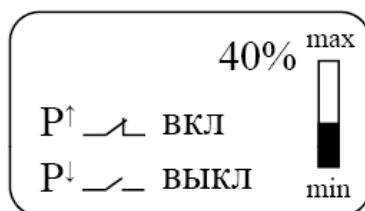

Рис.4 – Основное меню. Отображение информации об уровне заполнения и о состоянии реле
2.2.1 Отображение информации. Датчики ДНЕ имеют OLED- индикатор, расположенный под крышкой, который выводит информацию о уровне заполнения ёмкости и о состоянии выходных реле (рис. 4).